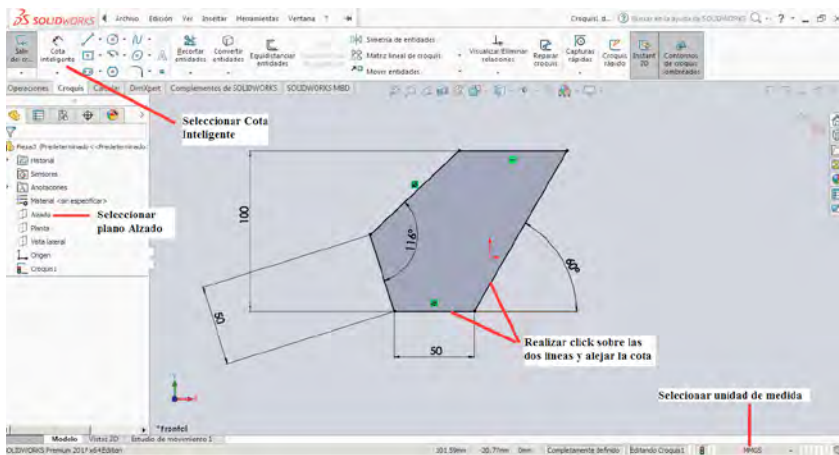

Figura 1-22
1. Inicio nueva Pieza y selecciones el plano de trabajo Alzado y seleccionar Croquis como se muestra en la figura 1-22
8. Es importante resaltar que para que la figura quede bien definida se deben fijar dos de las líneas como aparece en la figura 1-22
9. Completa las dimensiones restantes, según los datos que se muestran en la figura 1-22.